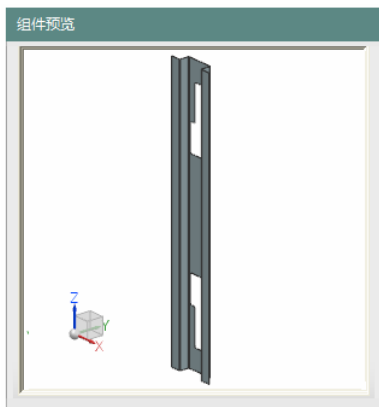

图 11-288 “组件预览”对话框
(1) 选择“菜单(M)”→“装配(A)”→“组件(C)”→“添加组件(A)”或单击“主页”选项卡“装配”面组上的“添加”按钮, 打开“添加组件”对话框。单击“打开”按钮, 打开“部件名”对话框，选择“DiaoBan.prt”，单击“OK”按钮，加载文件。同时在视图区打开“组件预览”对话框，如图 11-288 所示。